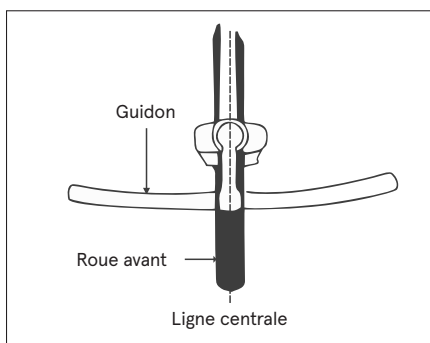

Fig. 13
2. Alignez la potence du guidon avec la roue avant (voir Fig. 13). Serrez fermement le(s) boulon(s) de la potence. Remarque : certains modèles nécessitent une clé hexagonale de 6 mm. (Couple de serrage: 18N.m ou 14foot lbs.
2. Alignez la potence du guidon avec la roue avant (**voir Fig. 13**). Serrez fermement le(s) boulon(s) de la potence. Remarque : certains modèles nécessitent une clé hexagonale de 6 mm. (Couple de serrage : 18N.m ou 14foot lbs. torque).
4. Assurez-vous que votre ensemble guidon et potence est correctement serré avant de rouler. Le guidon et la potence ne doivent pas tourner dans la potence vers le haut ou le bas ou dans la fourche de gauche à droite (**Fig. 13**).